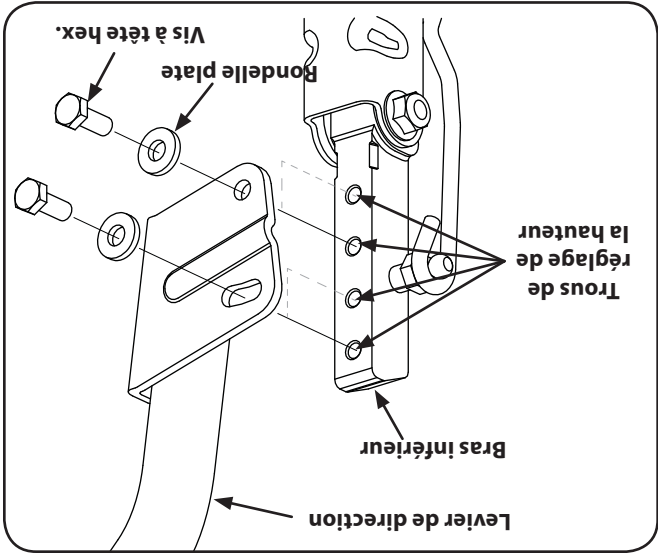

Figure 6-3
2. Retenez le levier de direction pour l'empêcher de tomber et enlevez la vis hex. et la rondelle plate de la base du levier de conduite et du bras inférieur. Voir la Figure 6-3.
5. Si elle n'est pas déjà desserrée, desserrez la vis hex. et tournez le levier de direction vers l'avant ou vers l'arrière, à la position voulue. Voir la Figure 6-3.